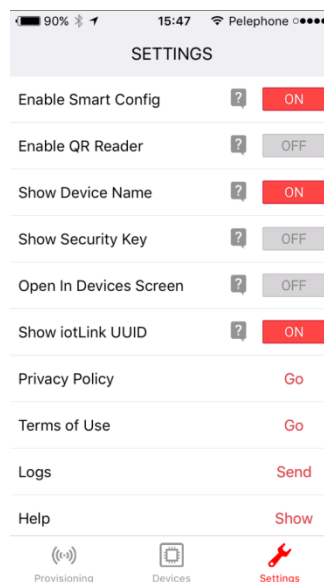

图 14. Wi-Fi Starter 设置 (Settings) 选项卡
1. 打开应用程序并导航到设置 (Settings) 选项卡。确保启用 Smart Config 设置 (Enable Smart Config setting) 设为开 (ON) (Smart Config 是首选配置方法，见图 14)。